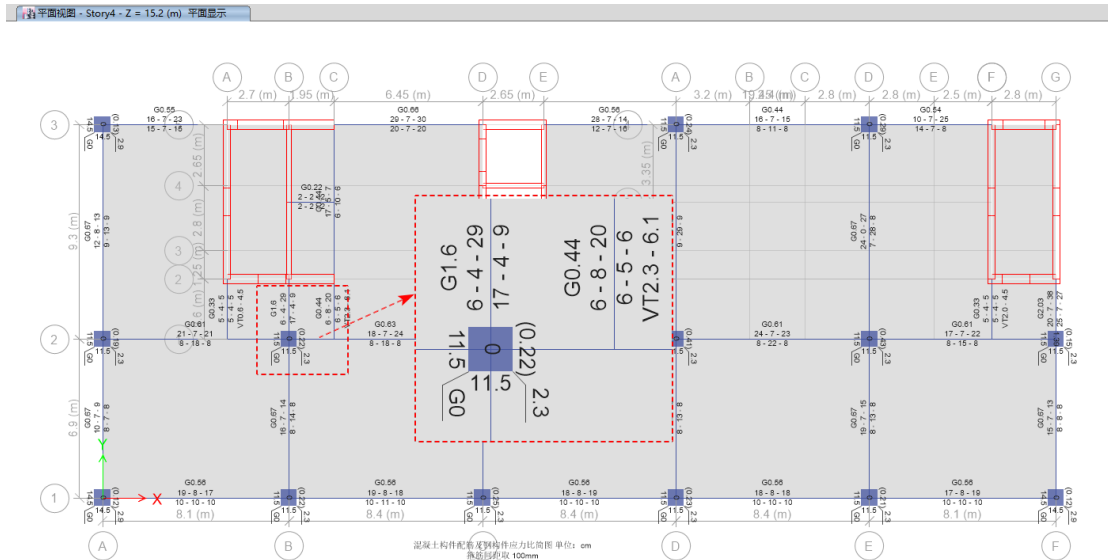

图 8-6 平面显示结果
8. 点击菜单**设计>平面显示**，弹出**平面显示结果**对话框，在**选择楼层**区域点击**Story4**，点击**确定**按钮，则在平面视图窗口中显示梁柱配筋简图，如图 8-6 所示：